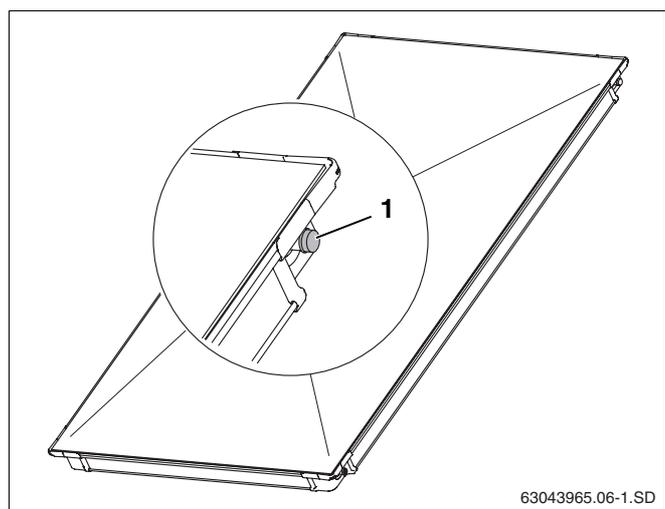

Fig. 6 Cappucci in plastica per gli attacchi dei collettori
- Rimuovere i cappucci in plastica (fig. 6, pos. 1) solo poco prima del montaggio.